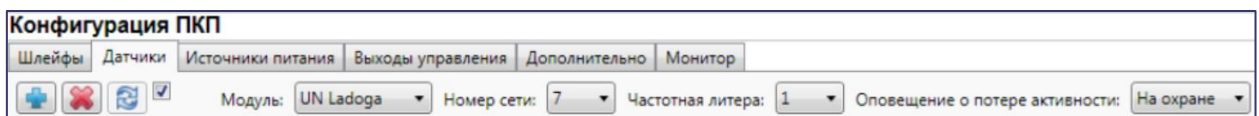

Рис. 5.32. Вкладка датчики (основные параметры радиосистемы *Ладоба-РК*)
В верхней части вкладки *Датчики* (Рис. 5.32) осуществляется выбор радиосистемы с помощью раскрывающегося списка *Модуль*. В списке выберите модуль UN Ladoga и дождитесь, пока программа *Конфигуратор Профессионал* запишет модуль расширения в конфигурацию контроллера.
Далее в верхней части вкладки *Датчики* (Рис. 5.32) задайте следующие параметры радиосистемы *Ладоба-РК*:
1. На вкладке *Датчики* нажмите кнопку  (см. Рис. 5.32).